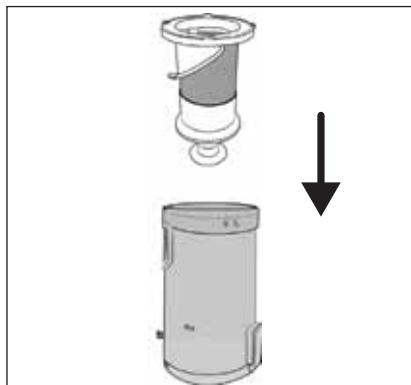

Fig. 21
**① Indicación:**
- Durante la limpieza del filtro de acero inoxidable ⑤, asegúrese de no perder el conector de goma del orificio inferior.
- 6) Inserte el filtro de acero inoxidable ⑤ en el depósito de polvo ⑥ y presíñelo hasta el fondo (consulte la fig. 21). Para ello, observe los encastres de diferente tamaño del filtro de acero inoxidable ⑤. El filtro de acero inoxidable ⑤ solo puede sertarse en una posición en el depósito de polvo ⑥ según estos encastres.